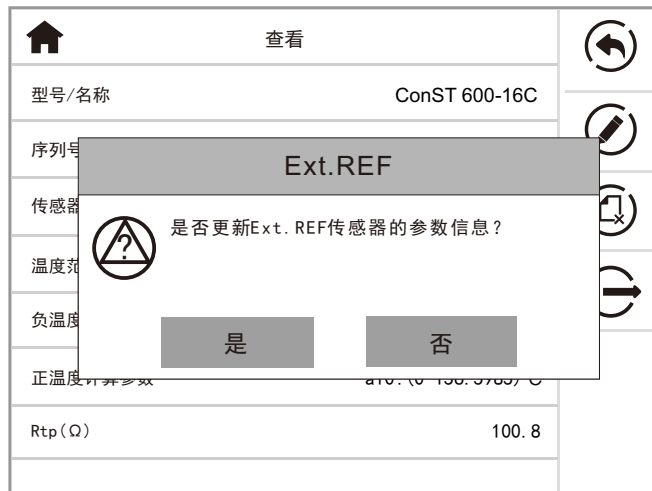

图 13 智能传感器参数更新提示
3. 修改完成后返回到传感器信息查看界面，点击按钮可进行参数更新，此时将弹出更新提示框，如图13所示，用户进一步确认之后将会覆盖智能传感器上的所有参数。